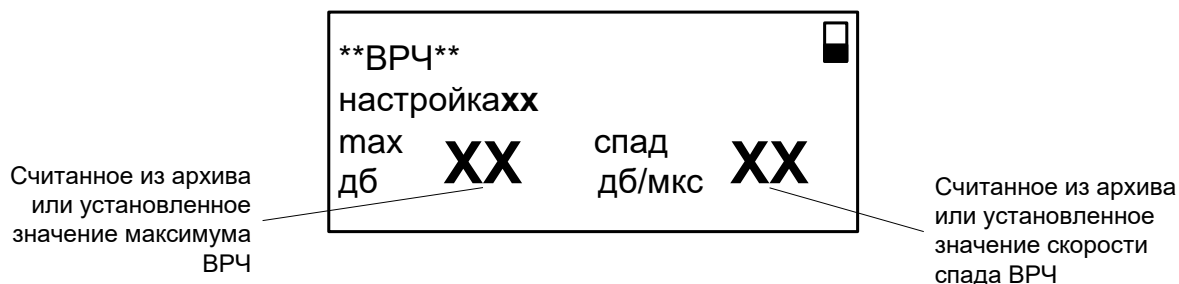

Рис.9. Вид окна «ВРЧ».
2.3.3.6. Вид окна установки параметров временной регулировки чувствительности **ВРЧ** приведен на рис.9.